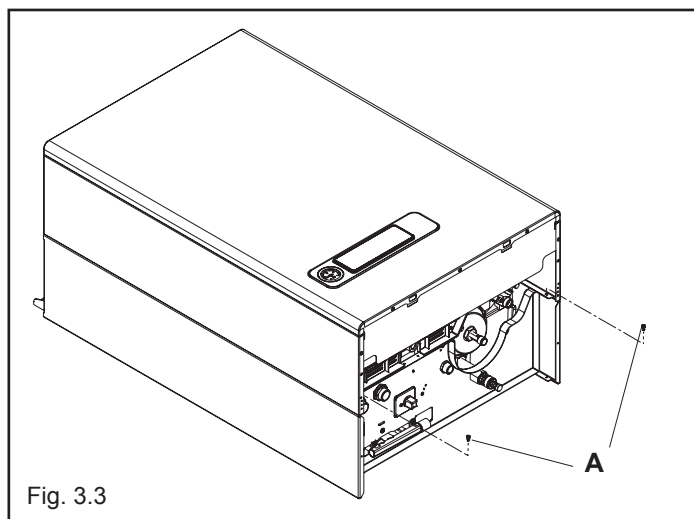

Fig. 3.3
- togliere il mantello svitando le viti di fissaggio (A) (fig. 3.3)